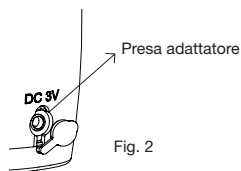

Fig. 2
1) La porta di uscita (connettore adattatore) è connessa ai punti di presa dell'adattatore sotto il lato posteriore del gruppo principale (vedi Fig.2)